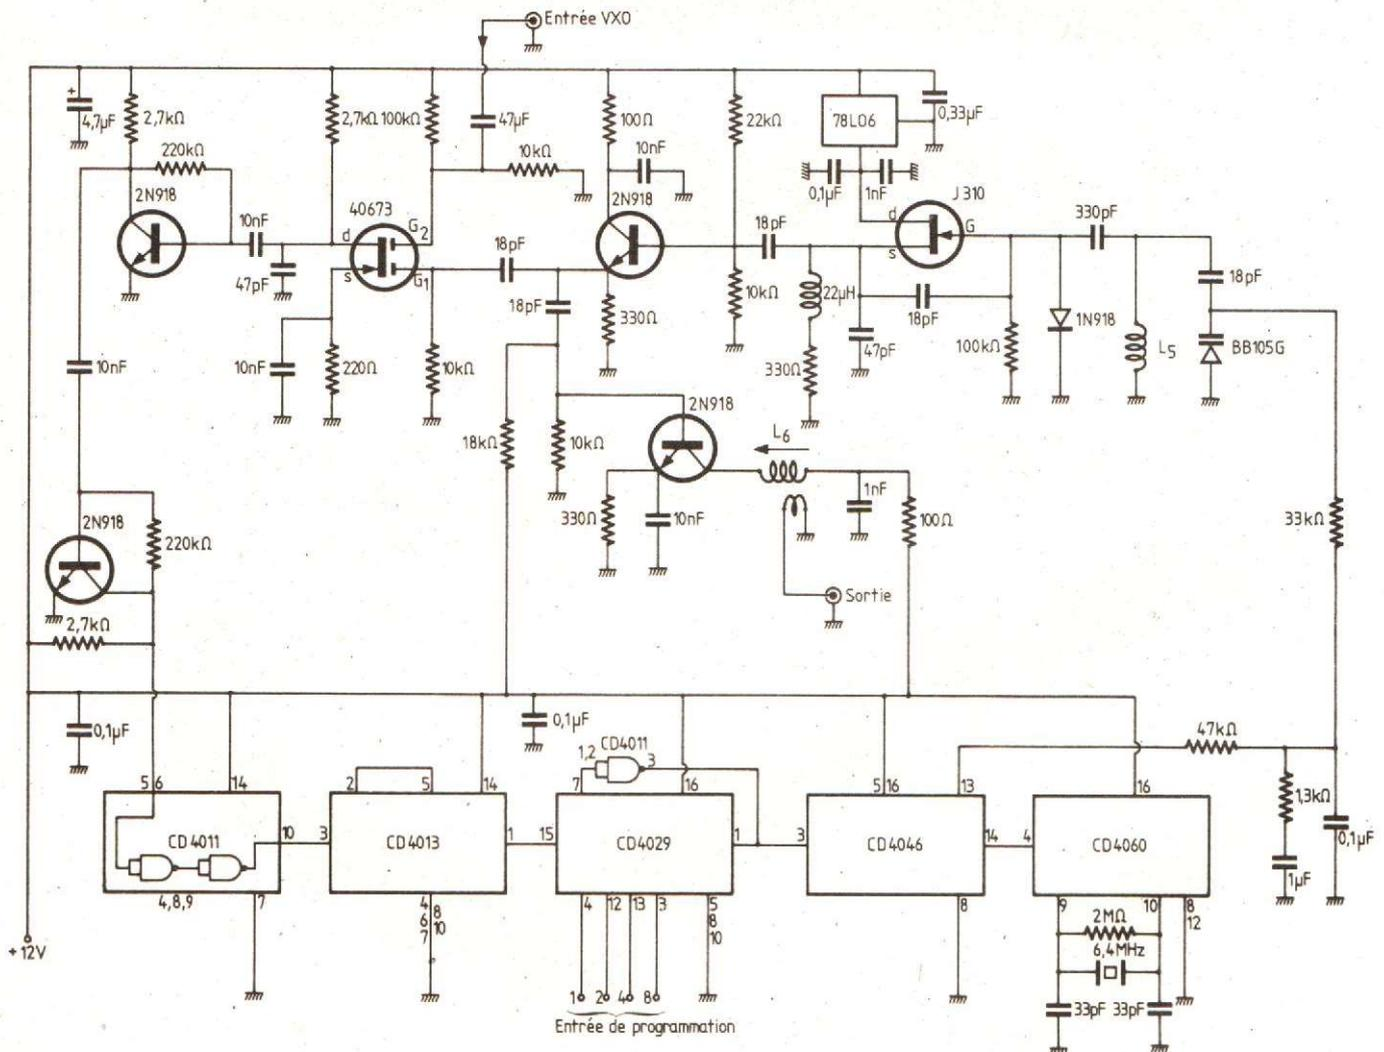

Fig. IV-14. - Le schéma complet du synthétiseur en version à composants discrets.
- L'une, avec des circuits intégrés classiques, du type C-MOS, dont le schéma d'ensemble termine la description qui va suivre (fig. IV-14).
On trouvera, figure IV-14, le schéma complet du synthétiseur décrit ci-dessus et constitué avec des circuits intégrés de type discret.
Au reste, le schéma de la figure IV-17 se recoupe très bien avec celui de la figure IV-14 correspondant à la première version. Il permet de mieux apprécier les avantages dans le sens de la simplification, de l'introduction dans le montage du MC 145 151.